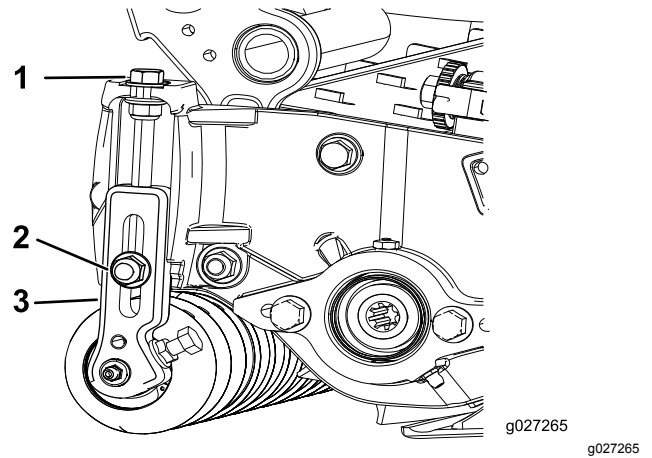

图15
- 松开将剪草高度支架固定到滚刀组侧板上的锁紧螺母 图15。